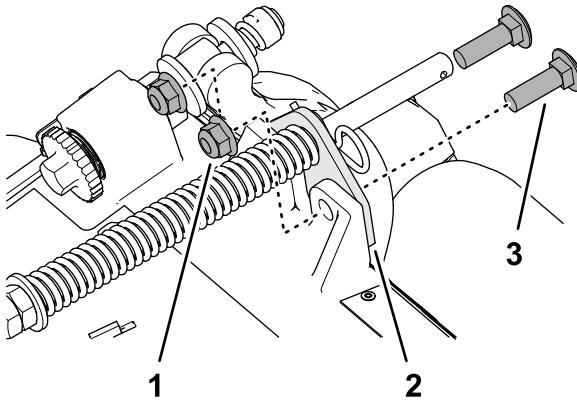

图 18
2. 拆下将草坪补偿支架固定到滚刀组架的 2 个凸缘锁紧螺母 $\frac{3}{8}$ 英寸和 2 个托架螺栓 $\frac{3}{8} \times 1\frac{1}{4}$ 英寸 图 18。